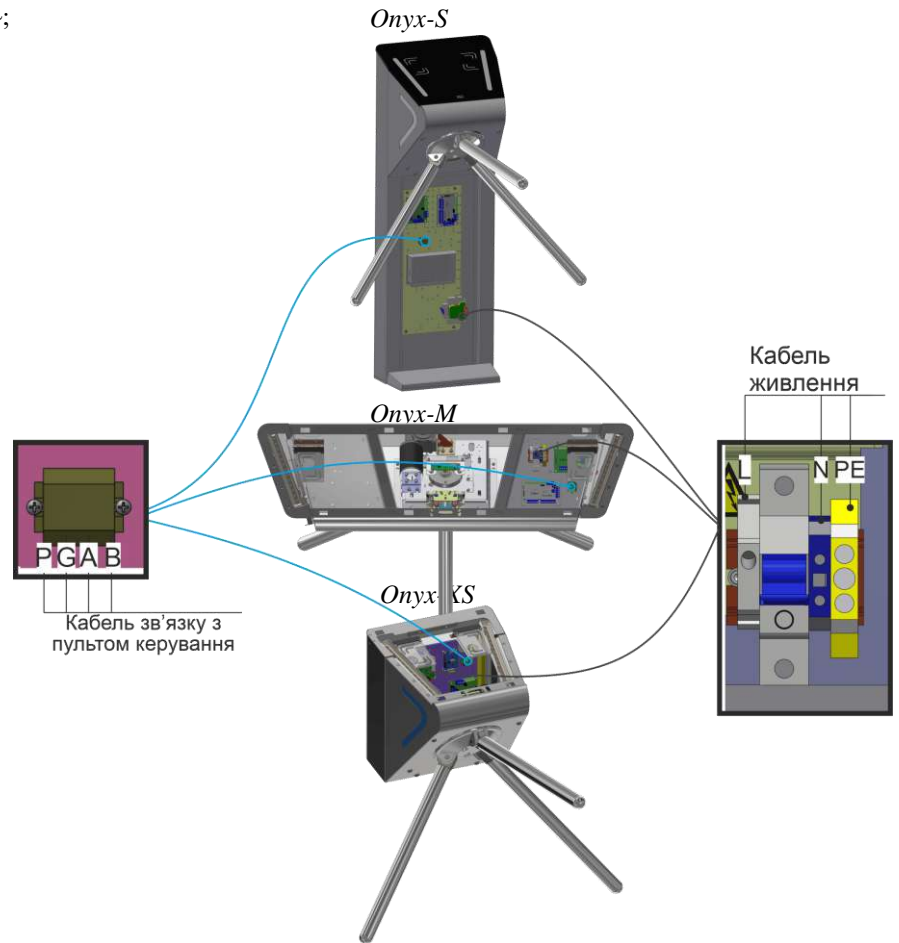

Рис.18– Підключення кабелю живлення та кабелю зв'язку з пультом керування
- 13) Підключення турнікету (Рис.18):
- Фаза (L) – до захисного автоматичного вимикача;
- Нуль (N) – до клеми ~230 В (N);
- Земля (PE) – до клеми заземлення (PE);